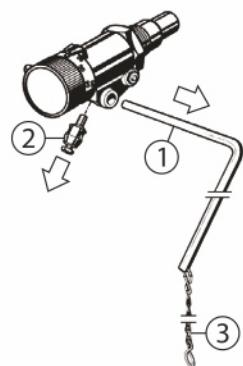
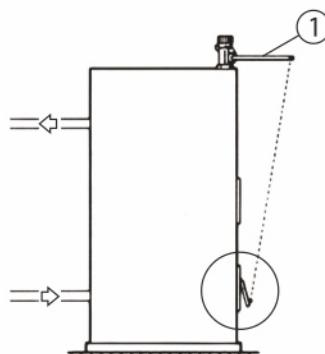
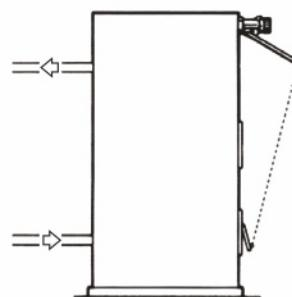

Рис. 4
Рис. 7
Рис. 8
- рис. 4. Снимите рычаг и соединитель;
Вкрутите регулятор в котел в вертикальном либо горизонтальном положении. Установите рычаг в обратной последовательности (см. рис. 4), закрепите винтом соединитель и отрегулируйте цепь. Общие схемы подключения регулятора показаны на рис. 7 и рис. 8.